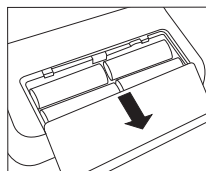

Fig. 1
- Abra la tapa del compartimento de las pilas situado en la parte inferior del aparato (véase fig. 1). Introduzca las pilas (véase el capítulo 13 Datos técnicos). Compruebe que se introducen con la polaridad correcta ("+" y "-"). Cierre el compartimento de las pilas. 12 h o 24 h parpadean en la pantalla. Ajuste ahora la fecha y la hora como se describe abajo.